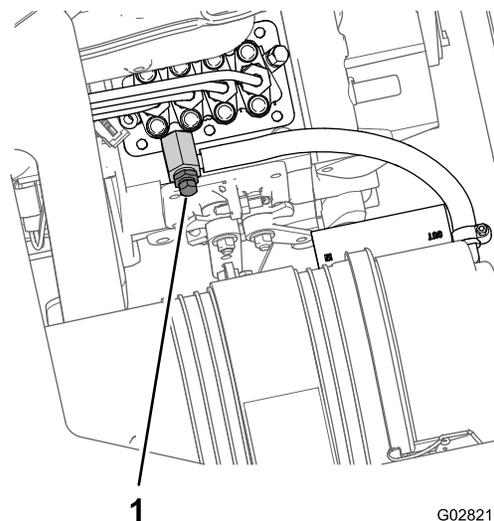

Figura 74
8. Coloque un recipiente de vaciado debajo de la parte del motor donde está situada la bomba de inyección de combustible (Figura 74).
9. Abra el tornillo de purga de aire de la bomba de inyección de combustible (Figura 74).
11. Deje la llave en posición de CONECTADO hasta que fluya una corriente continua de combustible alrededor del tornillo de purga de aire (Figura 74).
12. Apriete el tornillo de purga de aire (Figura 74) y gire la llave a la posición de DESCONECTADO.